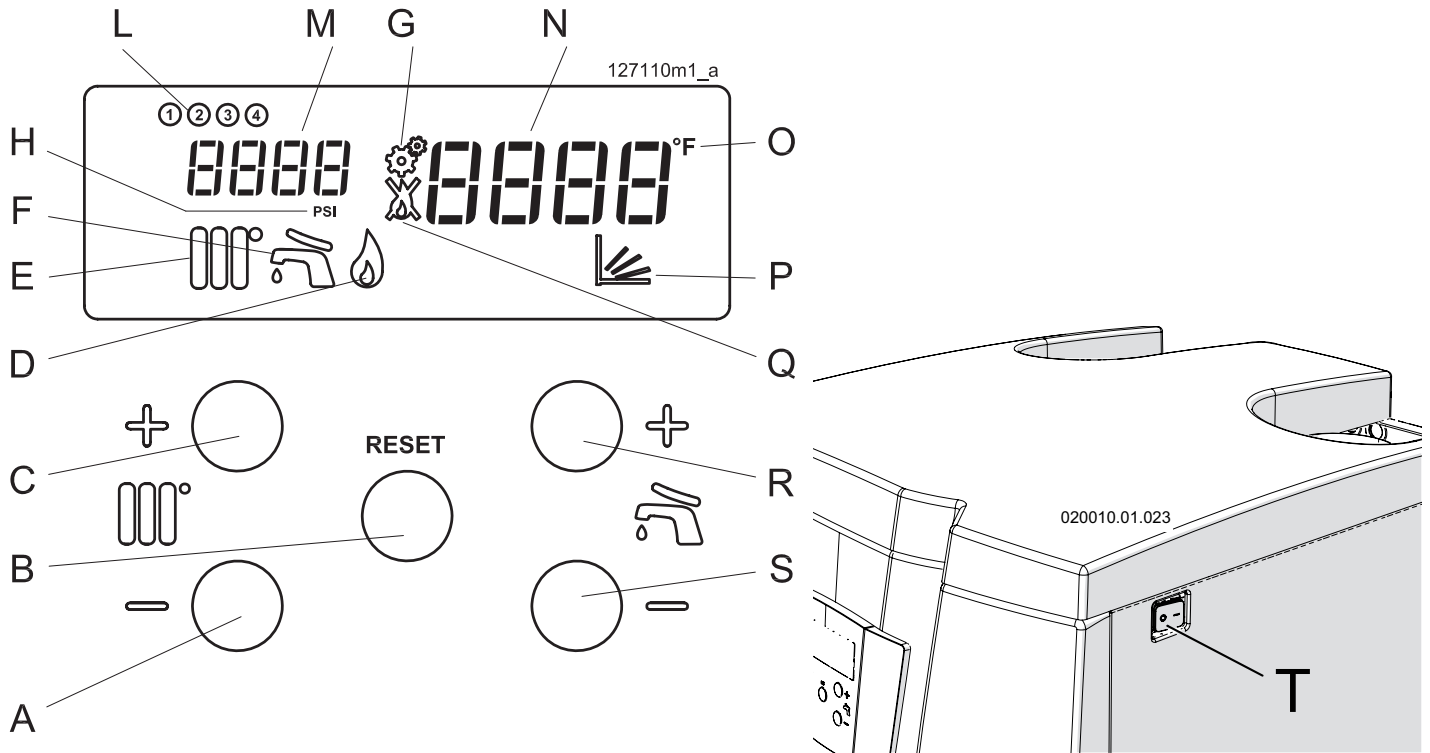

Figura 16.1 - Quadro comandi
- 1.- alimentare elettricamente l'apparecchio e posizionare su ON l'interruttore generale (particolare "7" di figura 16.1);
- 3.- attendere qualche minuto che il bruciatore sia acceso, indicato dall'icona . Negli apparecchi modello 115T e 140T, attendere fino a che compaiono le icone ① e ② sul display. Negli apparecchi modello 210T, attendere fino a che compaiono le icone ① ② e ③ sul display. Negli apparecchi modello 280T, attendere fino a che compaiono le icone ① ② ③ e ④ sul display.
- 5.- Dopo tre minuti il display deve indicare   oppure nei modelli da 115T a 280T le icone di tutti i bruciatori (① ② ③ e ④) devono lampeggiare e deve comparire l'icona .
- 7.- posizionare su ON l'interruttore generale (particolare "7" di figura 16.1) e generare una richiesta di riscaldamento premendo il tasto  fino al valore massimo, verificare che il termostato ambiente sia in chiamata e che l'impianto sia nelle condizioni di dissipare il calore generato;
1. Accendere l'apparecchio portando su ON l'interruttore generale (particolare "T" di figura 16.1) e far partire una richiesta di riscaldamento portando al massimo il valore tramite il tasto , assicurandosi che il sistema sia in grado di dissipare tutto il calore generato.
LEGENDA FIGURA 16.1
Se la pressione all'interno del circuito del riscaldamento scende al di sotto di 0,5 bar, il visore "N" di figura 16.1,
- 2.- controllare la pressione sul visore "M" di Figura 16.1, deve raggiungere la pressione di 1,5 bar (l'indicazione
automaticamente e il visore "N" di figura 16.1 mostra **Err 59** (vedere capitolo 16.16.2) ad indicare che occorre ripristinare la corretta pressione. Siccome lo scaldabagno è installato in un circuito aperto, occorre verificare la pressione di alimentazione di rete o la regolazione di qualsiasi riduttore di pressione installato a monte. Quando il valore è ristabilito l'**Err 59** scompare dal display.
Se l'erogazione è di tipo istantaneo occorre agire sui tasti  + o  - (vedi figura 16.1). Quando i tasti vengono premuti, il display, particolare "N" di figura 16.1, mostra la temperatura richiesta. Il campo di regolazione della temperatura del sanitario istantaneo va da 20°C a 80°C.
Se l'erogazione è di tipo ad accumulo occorre agire sui tasti  + e  - (vedi figura 16.1). Quando i tasti vengono premuti, il display, particolare "N" di figura 16.1, mostra la temperatura richiesta. Il campo di regolazione della temperatura del sanitario ad accumulo va da 40°C a 60°C.
esegue tramite i tasti  + e  - (vedi figura 16.1). Quando i tasti vengono premuti, il display, particolare "N" di figura 16.1, mostra la temperatura di A.C.S. richiesta. Il campo di regolazione della temperatura va da 40°C a 60°C.
La regolazione della temperatura di riscaldamento dell'apparecchio si esegue tramite i tasti  + o  - (vedi figura 16.1). Il termostato ambiente accende le pompe di circolazione al fine di soddisfare le richieste di riscaldamento.